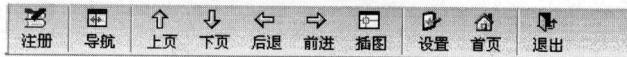

图 2-2 工具栏
(1) 工具栏区。如图 2-2 所示，包括“注册”、“导航”、“上页”、“下页”、“后退”、“前进”、“插图”、“设置”、“首页”和“退出” 10 个工具。